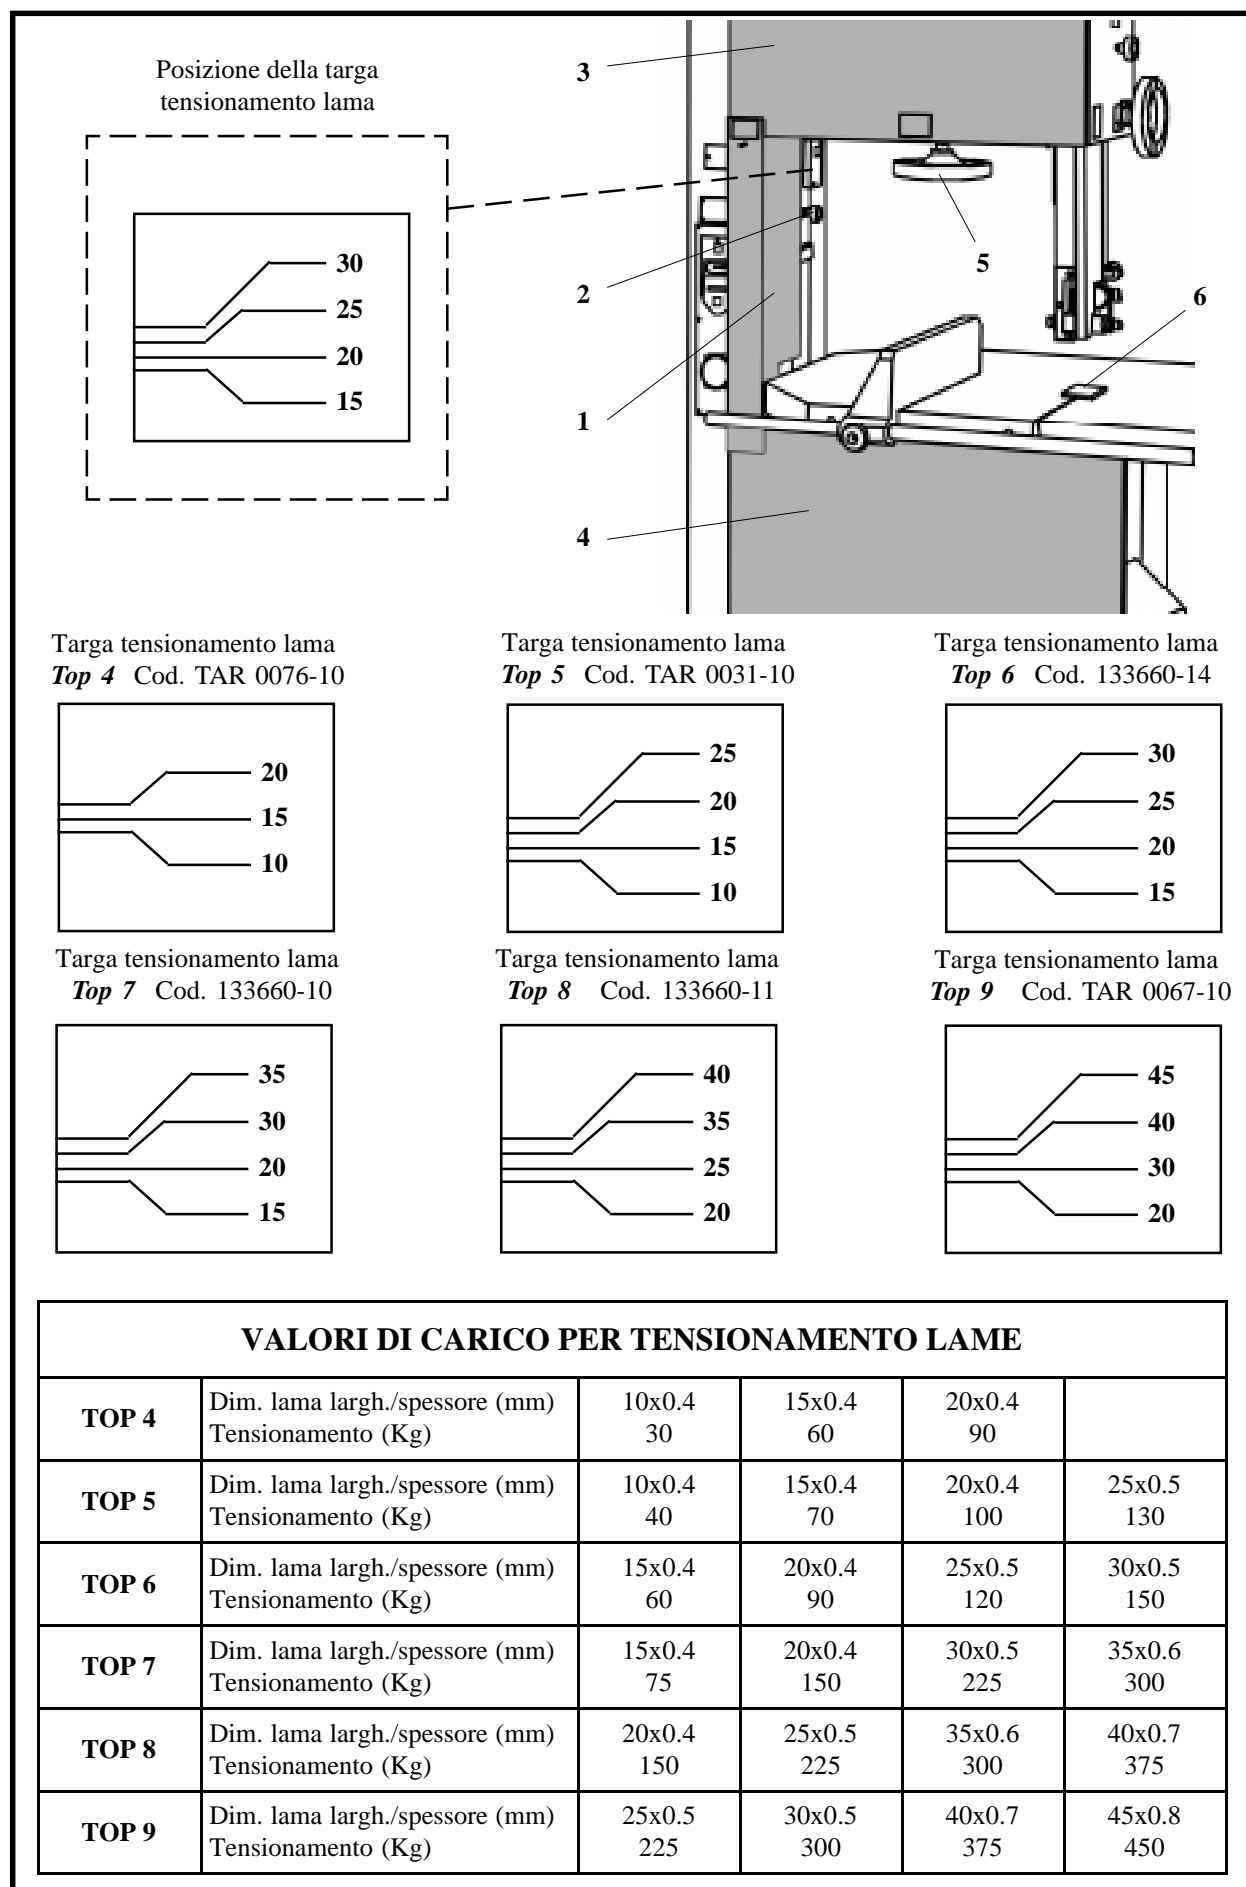

fig.4.5
- 1) Tabella con il tensionamento delle lame fig. 4.5.